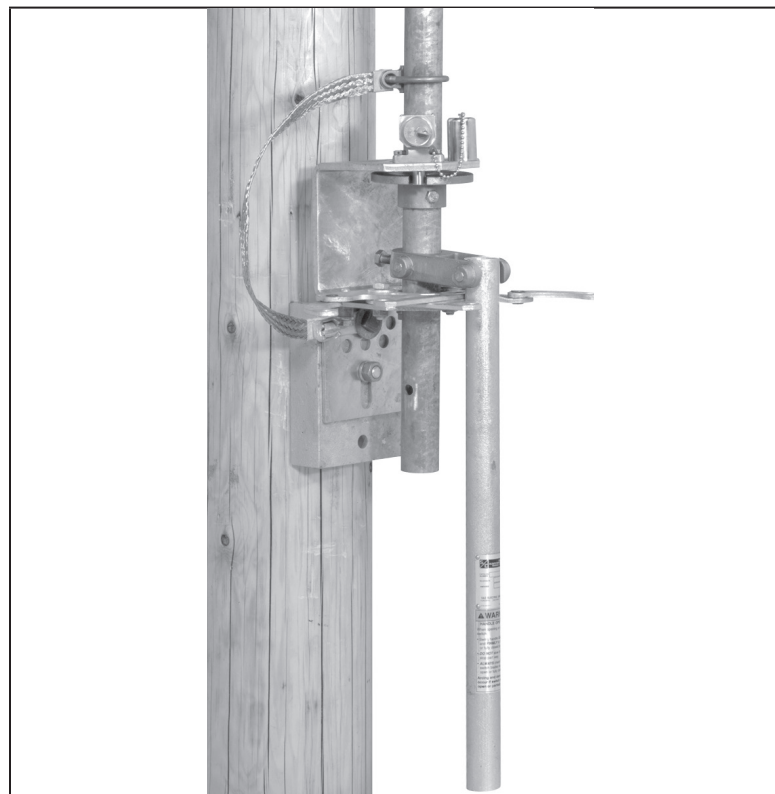

Figura 46. Liberación del tornillo del interbloqueo.
- (b) Si el conjunto de la palanca de operación está equipado con un interbloqueo de llave, libere el tornillo del interbloqueo. Vea la Figura 46.